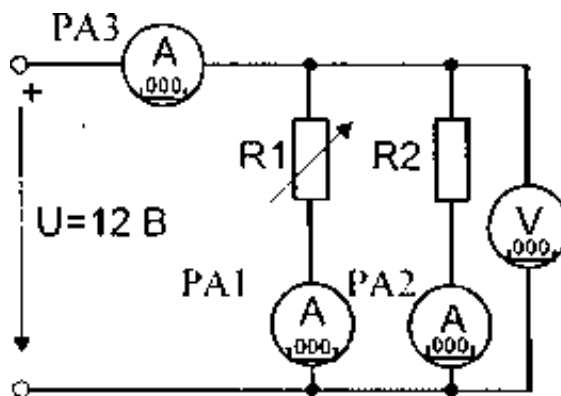

Рис. 2
3.4. Собрать линейную цепь с параллельным соединением резисторов (рис. 2). Установить переключатели SA1, SA2 модуля резисторов в позицию « ∞ ». После проверки собранной цепи включить электропитание. Установить с помощью переключателя SA1 значение резистора R1 в соответствии с заданием. Измерить напряжение и токи в цепи. Результаты измерений занести в табл. 2. Установить с помощью переключателя SA2 заданное преподавателем значение второго резистора R2 и снова измерить напряжение и токи в цепи. Результаты измерений занести в табл. 2.